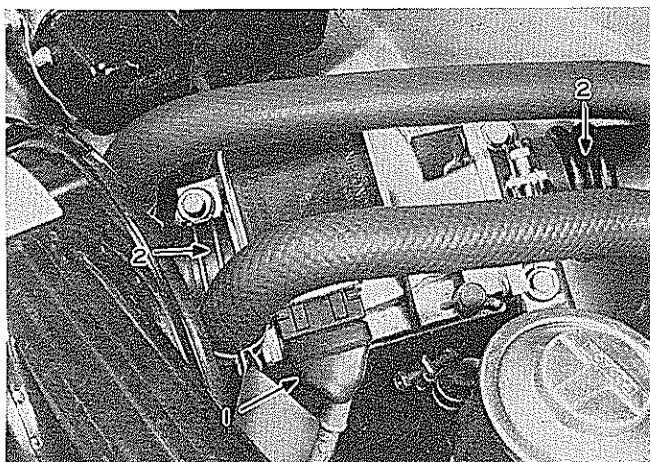

図3-3-7 エア フロー メータ取りはずし
- ④ スロットル バルブ開閉時スムーズであること。
- ⑤ スロットル バルブ全閉位置で、スロットル ストップ スクリューとスロットル レバーにすき間がないこと。
- ⑥ スロットル バルブ全閉位置でバキューム アドバンサ用 6 番ポートが、スロットル バルブに対して図3-3-7のような位置にあること。